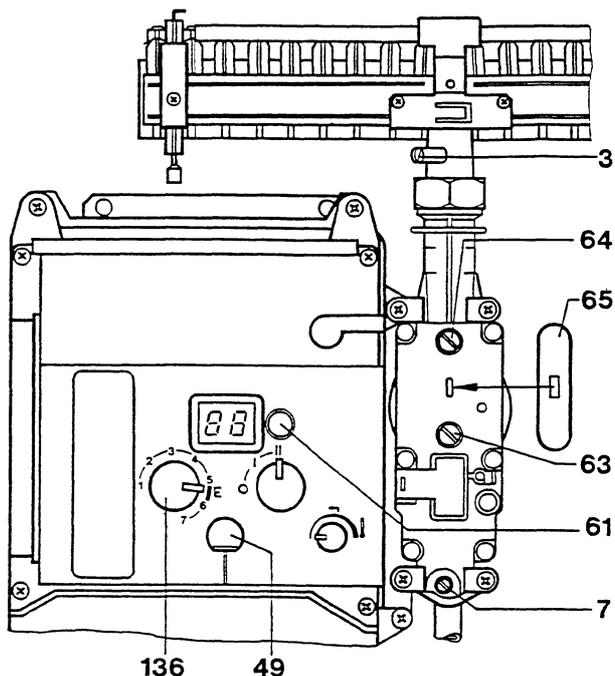

Figura 25 CE 426 (gas metano e liquidi)
Figura 25 a CE 425 (gas città)
2. Allentare le viti di tenuta 3, figura 25 e collegare il manometro a U.
5. Dedurre la pressione ugelli (mbar) indicata per il valore massimo dalla tabella a pagina 23. Regolare la pressione ugelli tramite la vite di regolazione 63, figura 25. In direzione + = maggiore quantità di gas, in direzione - = minore quantità di gas.
10. Allentare la vite di tenuta 7 figura 25 e collegare il manometro a U al raccordo per la misurazione della pressione dinamica a monte dell'apparecchio.
9. Allentare la vite di tenuta 7 figura 25 e collegare il manometro a U al raccordo gas.
1. Rimuovere la protezione metallica 65, figura 25 su entrambe le viti di regolazione del gas.
4. Dedurre la portata (l/min) indicata per il valore „Max.“ della tabella a pagina 24. Regolare la pressione del gas tramite il contatore gas sulla vite di regolazione 63, figura 25. In direzione + = maggiore quantità di gas, in direzione - = minore quantità di gas. Per gli apparecchi a gas liquido svitare la vite di regolazione 63 fino all'arresto.
5. Posizionare il selettore di funzionamento 49, figura 25 su „Start“